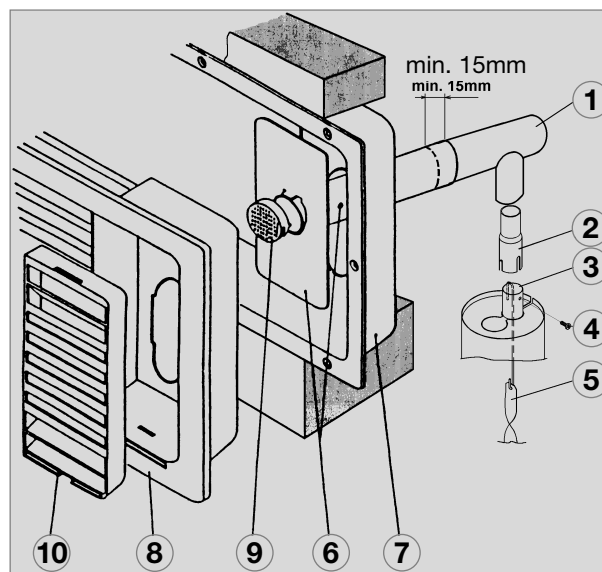

Fig. 25
Il condotto del gas di scarico deve essere realizzato in modo da garantire che lo scarico dei prodotti della combustione sia all'esterno del vano abitabile. La conduttura del gas di scarico deve sempre essere posata in modo ascendente per evitare la formazione di condensa. Per il tipo di condotto del gas di scarico indicato alla fig. 25, la protezione invernale può essere applicata lateralmente (10)(Fig. 25).